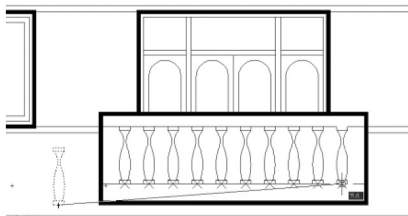

图 4.56 复制“花瓶”
(3) 用【复制】命令将“花瓶”复制到阳台上,“花瓶”最下部的中点和“点”相重合,所以复制基点应选择在“花瓶”最下部的中点的部位,结果如图 4.56 所示。